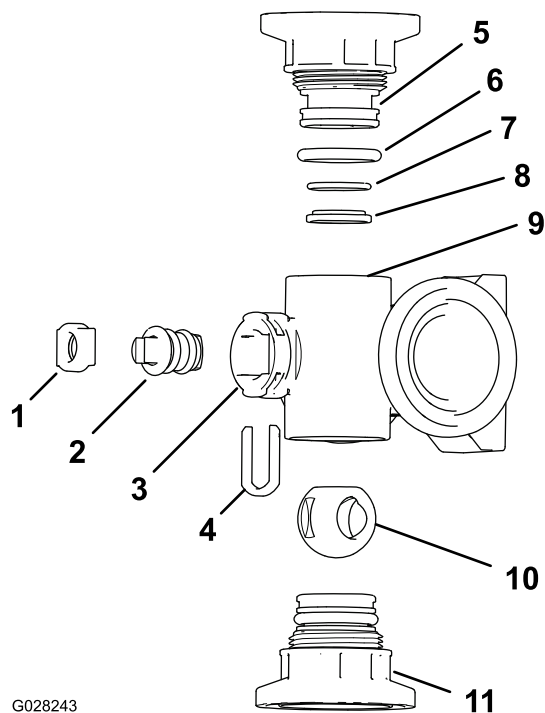
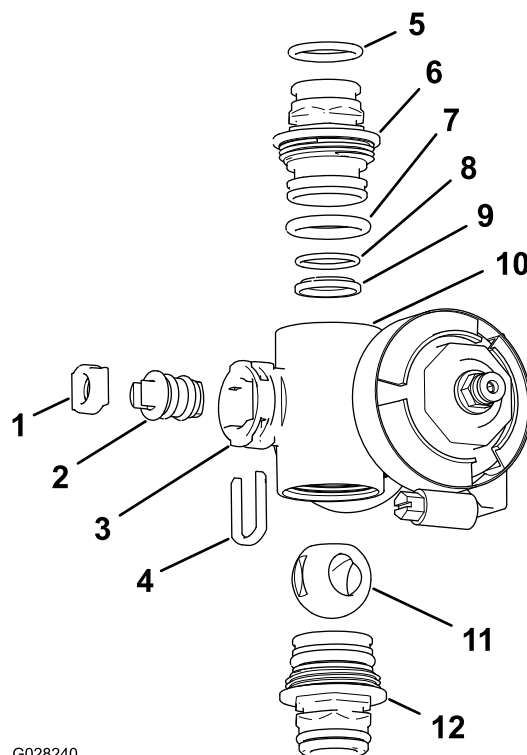

Figure 123
Figure 124
2. Déposez les 2 raccords d'embout à chaque extrémité du corps du collecteur (Figure 123 et Figure 124).
4. Retirez l'étrier de fixation de la tige des fentes de l'orifice de tige du collecteur (Figure 123 et Figure 124).
5. Déposez du collecteur l'étrier de fixation et le siège de la tige (Figure 123 et Figure 124).
6. En passant par le corps du collecteur, déposez la tige de vanne (Figure 123 et Figure 124).
1. Vérifiez l'état et l'usure des joints toriques de raccord de sortie (collecteur de vanne de section seulement), des joints toriques d'embout, des joints toriques de portée arrière et du siège de la bille (Figure 123 et Figure 124).
2. Appliquez de la graisse silicone sur la tige de la vanne et insérez-la dans le siège (Figure 123 et Figure 124).
3. Placez la tige et le siège dans le collecteur et fixez-les à l'aide de l'étrier (Figure 123 et Figure 124).
4. Vérifiez que le joint torique de portée arrière et le siège de la bille sont correctement alignés et engagés dans le raccord d'embout (Figure 123 et Figure 124).
5. Montez le raccord d'embout sur le corps du collecteur jusqu'à ce que la bride du raccord touche le corps (Figure 123 et Figure 124), puis tournez encore le raccord d'embout de 1/8 à 1/4 de tour.